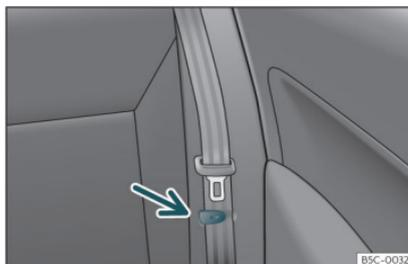

Fig.101 Banquette arrière : pince pour ceinture de sécurité.
- Placer les ceintures de sécurité latérales dans la pince du revêtement»» fig. 101.